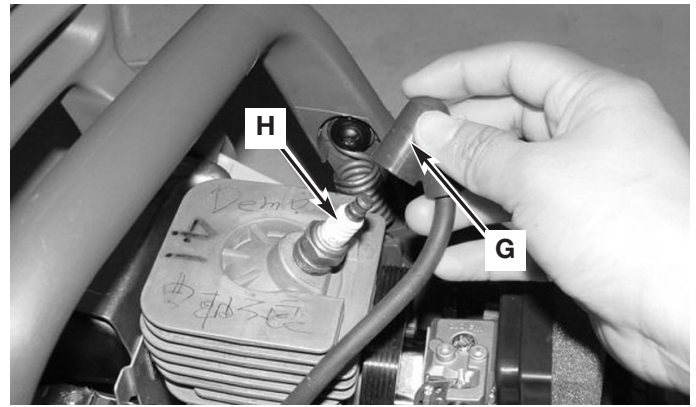

Fig. 30
3. Desconecte el alambre conector (G) de la bujía (H) enroscando y jalando al mismo tiempo (Fig. 30).